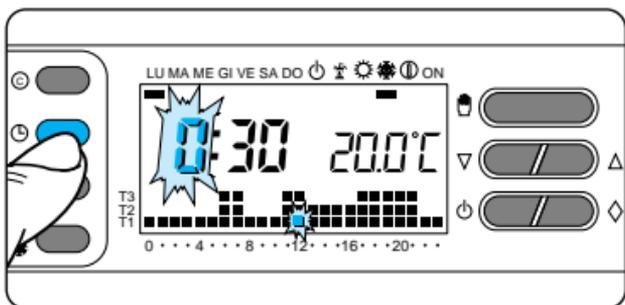

Fig. 19
**3.4** - Pulse el botón  (fig. 19).